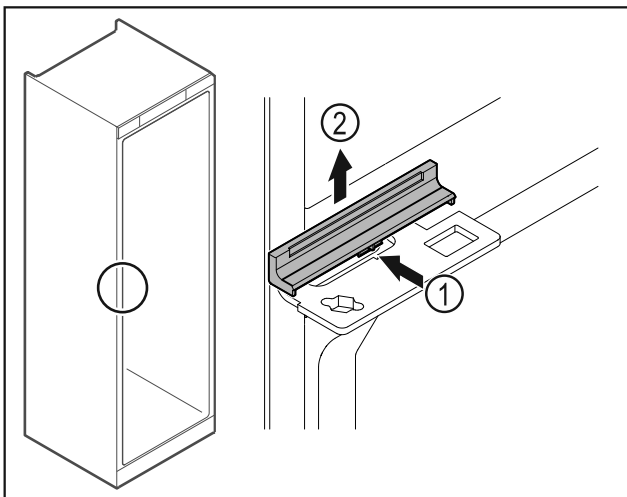

Fig. 48
- ▶ Šiek tiek įspauskite dengiamąją plokštelę Fig. 48 (1) viduryje ir nuimkite ją viršų Fig. 48 (2).